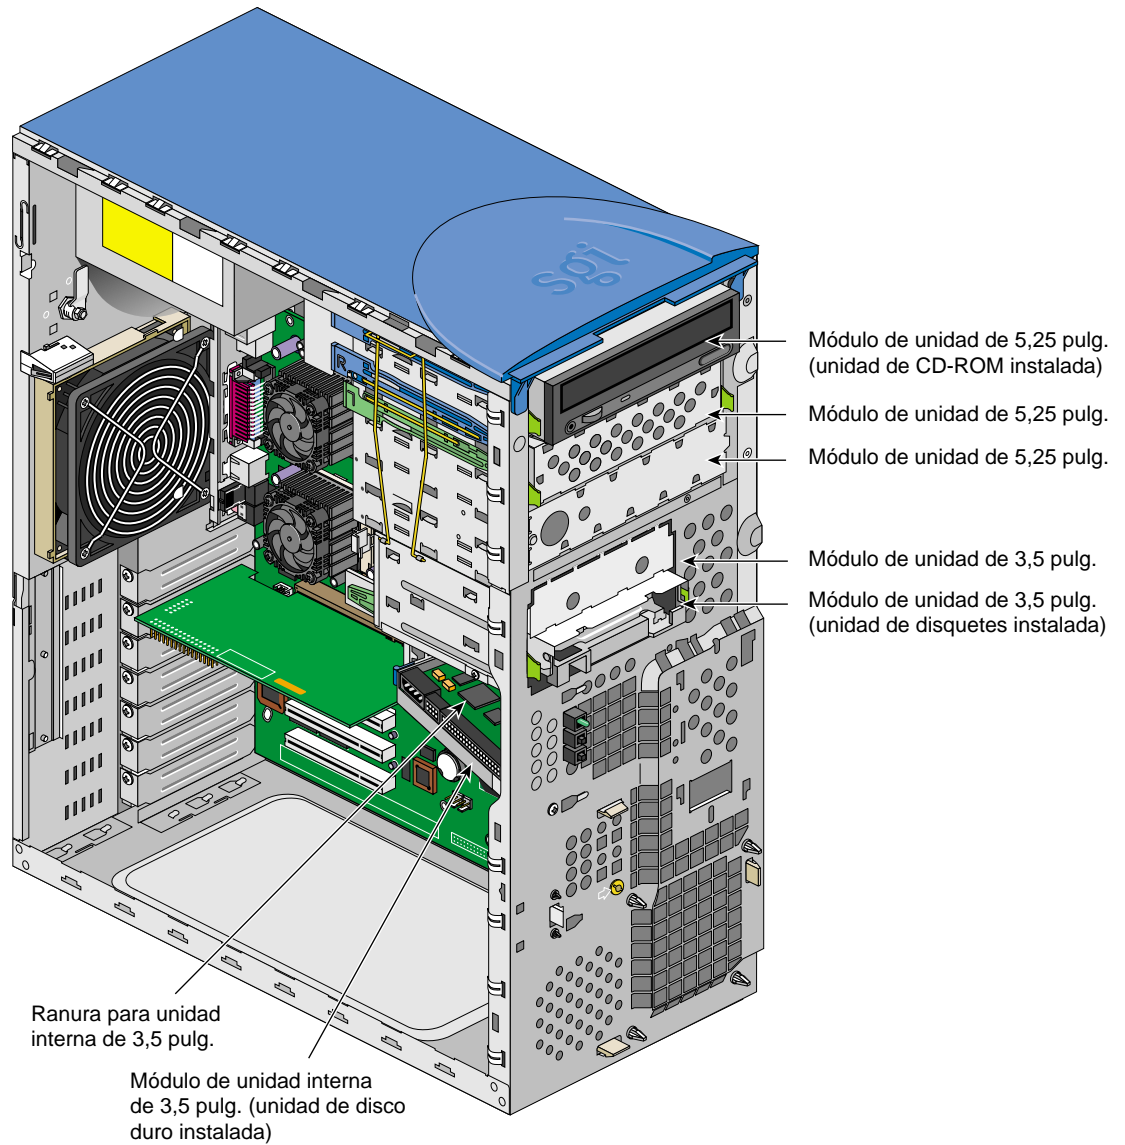

Figura 1-5 Módulos de unidades de 5,25 y 3,5 pulgadas
- La Silicon Graphics 330 Visual Workstation dispone de tres módulos de unidades de 5,25 pulgadas y cuatro de 3,5, como se muestra en la Figura 1-5. El acceso a los tres módulos de 5,25 pulgadas se realiza desde el panel frontal. Dos de las unidades de 3,25 pulgadas están colocadas en el panel frontal, mientras que las otras dos están en el interior del chasis y se accede a ellas desde el interior.